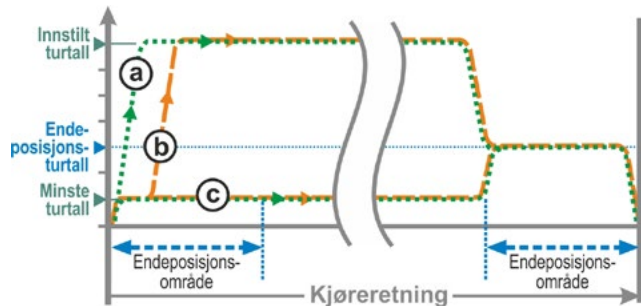

Fig. 2: Endeposisjonsturtall, "Hurtigstart"
- Ved **veivhengig** utkobling blir det straks kobles til innstilt turtall, for å oppnå en så kort driftstid som mulig. Se også fig. 2, kurve **a**.